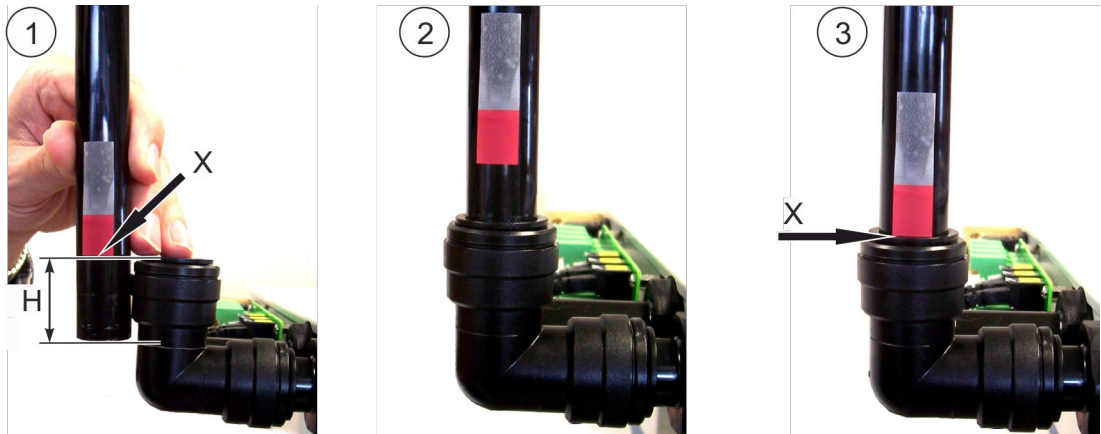

Abb. 28: Montage
1. ➤ [Abb. 28/1]: Einschubtiefe (Abb. 28/H) des Rohrs markieren (Abb. 28/X). Hilfslinie am Rohrwinkel nutzen! Einschubtiefe (H) ca. 33 mm.
2. ➤ [Abb. 28/2]: Rohr locker einstecken.
3. ➤ [Abb. 28/3]: Rohr kräftig, hör- und spürbar bis zum Anschlag und bis zur Markierung (Abb. 28/X) eindrücken.